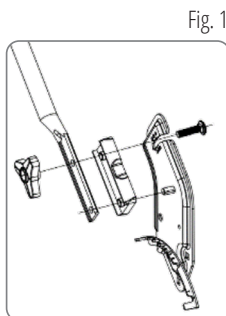

Fig. 1
1. Retirez le guidon inférieur. Insérez la plaque isolante dans les emplacements gauche et droit du guidon. Alignez-les et fixez-les avec deux boulons M8×35, puis serrez avec les molettes de verrouillage triangulaires (Fig. 1). (Remarque : pour le modèle à poussée manuelle, remplacez les boulons M8×35 par des boulons M8×26. N'utilisez pas la plaque isolante).